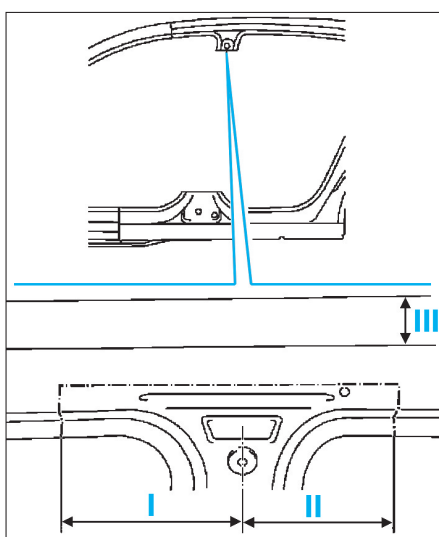

FIG. 68
- Découper la partie supérieure du montant B (fig. 68) :